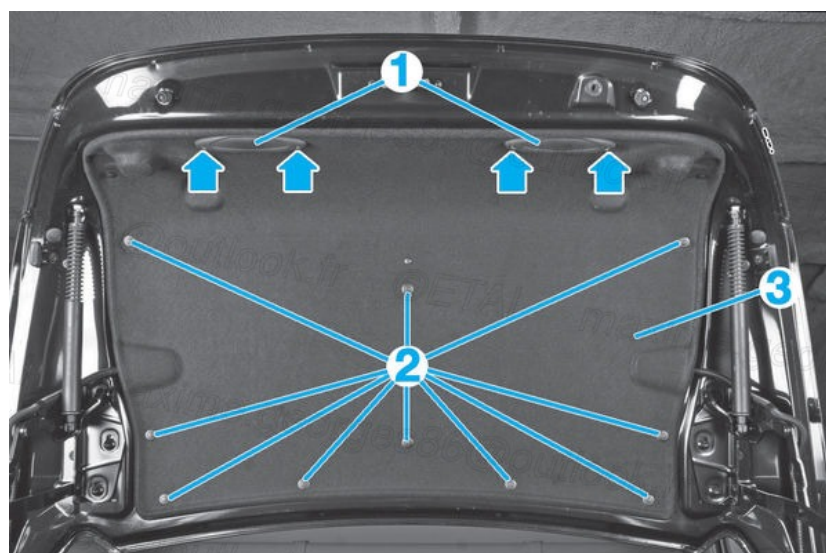

Fig.68 (/p=4&sp=1&id=1193&codgrpver=148606&page=231842#titre_top)
- les poignées (1) (**Fig.68**) (/media/LEA/CAR_LEA_463/RTA714A-011-068X.jpg).
- les agrafes (2).
- la garniture de coffre (3).